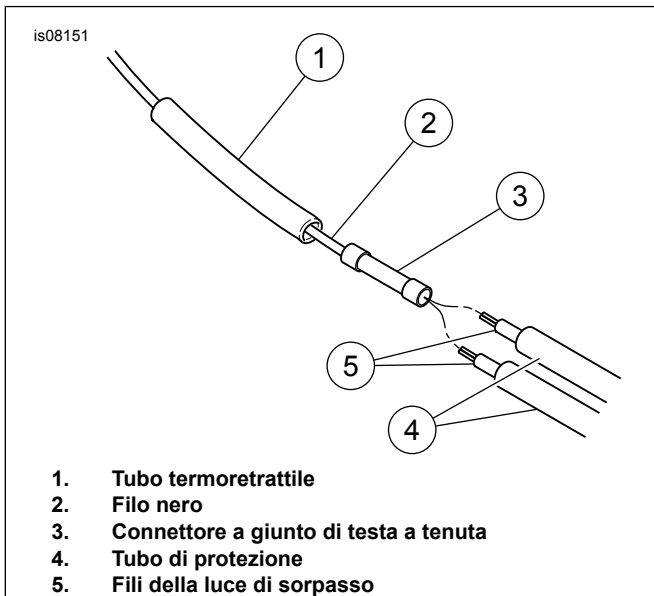

Figura 7. Collegamento del cablaggio della luce di sorpasso
17. Vedere Figura 7. Portare entrambi i fili della luce di sorpasso al connettore. Accorciare i fili, lasciando circa 25,4 mm (1 in) di filo oltre al connettore a giunto di testa. Tagliare il tubo di protezione dei fili a circa 38,1 mm (1-1/2 in) dall'estremità del filo.
22. Vedere Figura 7. Portare entrambi i fili della luce di sorpasso al connettore. Accorciare i fili, lasciando sporgere circa 25,4 mm (1 in) di filo dal connettore a giunto di testa a tenuta. Tagliare il tubo di protezione dei fili a circa 38,1 mm (1-1/2 in) dall'estremità del filo.